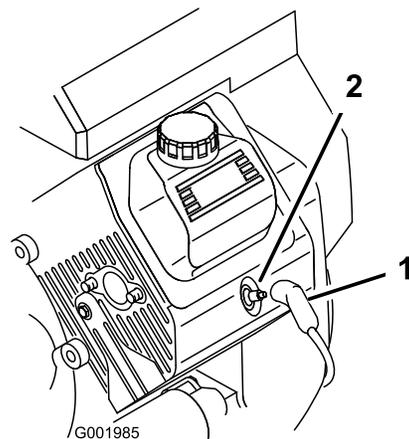

Figura 29
3. Staccate il cappello dalle candele (Figura 29).
3. Collegare i cappellotti alle candele (Figura 29).